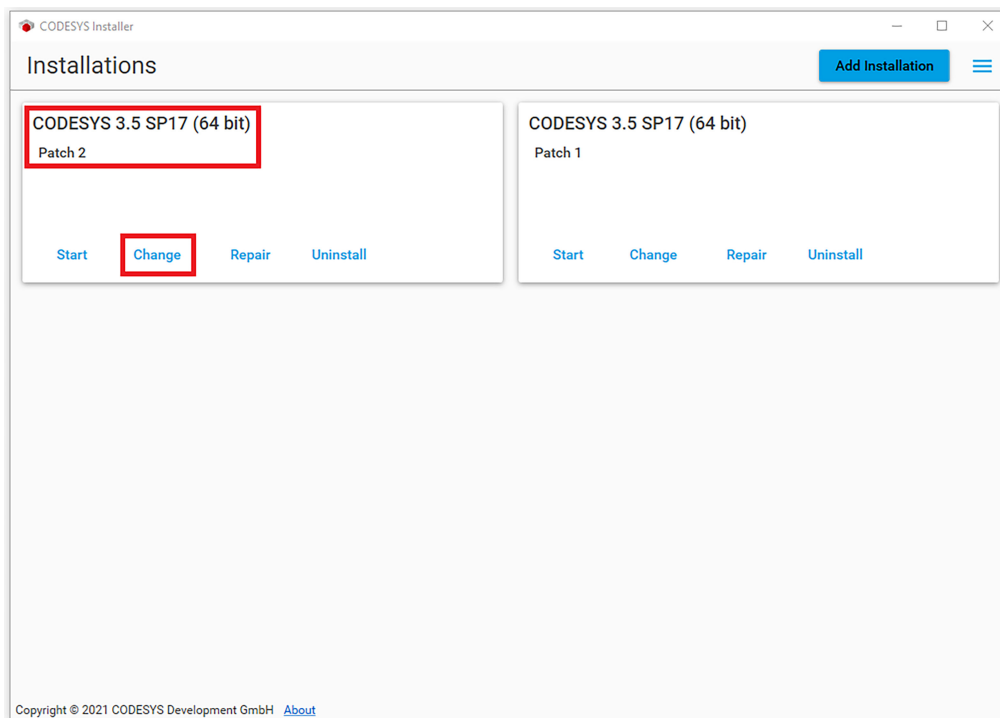

Figura 14.1: Pantalla principal del CODESYS Installer. Instalando un nuevo paquete
- 4) Serán mostradas todas las instalaciones del CODESYS presentes en la computadora. Elija la versión de interés y haga clic en **Change**, conforme la Figura 14.1 en la página 14-2.